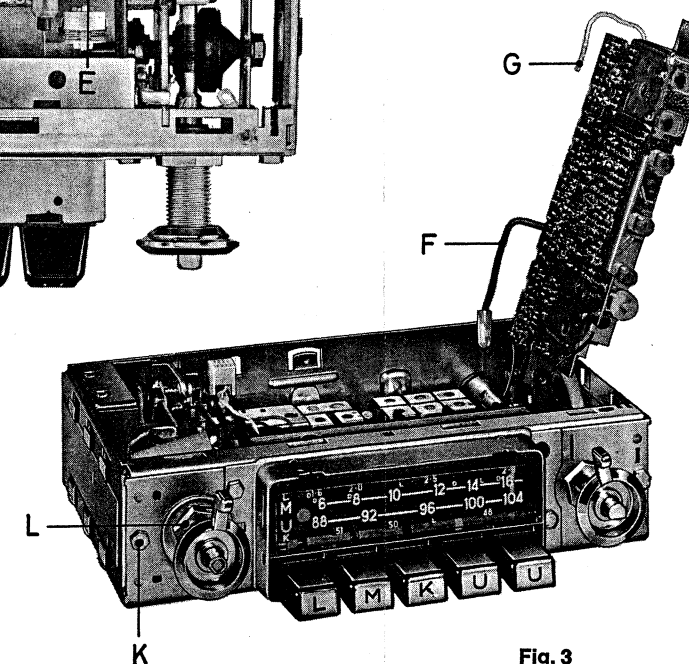

Fig. 3
- Spulenplatte zur Seite klappen (Fig. 3). In diesem Zustand ist die Spulenplatte für eine Empfangsfrequenz von ca. 107 MHz voll funktionsfähig.
- Schrauben „H und K“ und Mutter „L“ entfernen (Fig. 3).
- NF-Teil zur Seite herausziehen (Fig. 3).
- Tilt coil board to the side (fig. 3). In this condition, the coil board is still capable to operate at a reception frequency of approx. 107 MHz.
- Remove screws „H“ and „K“ and nut „L“ (fig. 3).
- Remove AF unit to the side (fig. 3).
- 2.8 Spulenplatte zur Seite klappen (Fig. 3). In diesem Zustand ist die Spulenplatte für eine Empfangsfrequenz von ca. 107 MHz voll funktionsfähig.
- 3.1 Schrauben „H und K“ und Mutter „L“ entfernen (Fig. 3).
- 3.4 NF-Teil zur Seite herausziehen (Fig. 3).
- 2.8 Tilt coil board to the side (fig. 3). In this condition, the coil board is still capable to operate at a reception frequency of approx. 107 MHz.
- 3.1 Remove screws „H“ and „K“ and nut „L“ (fig. 3).
- 3.4 Remove AF unit to the side (fig. 3).